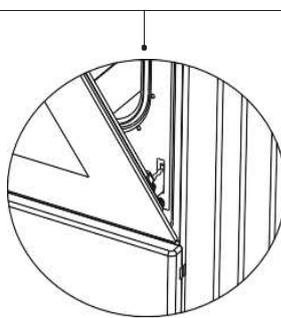

Figure 9.1
Fermez la porte du four de manière à appuyer sur le verrou de charnière (**Figure 9.1**).
5. Relevez la porte de manière à ce qu'elle entre en contact avec le verrou de la charnière tel qu'indiqué sur la figure 9.1.